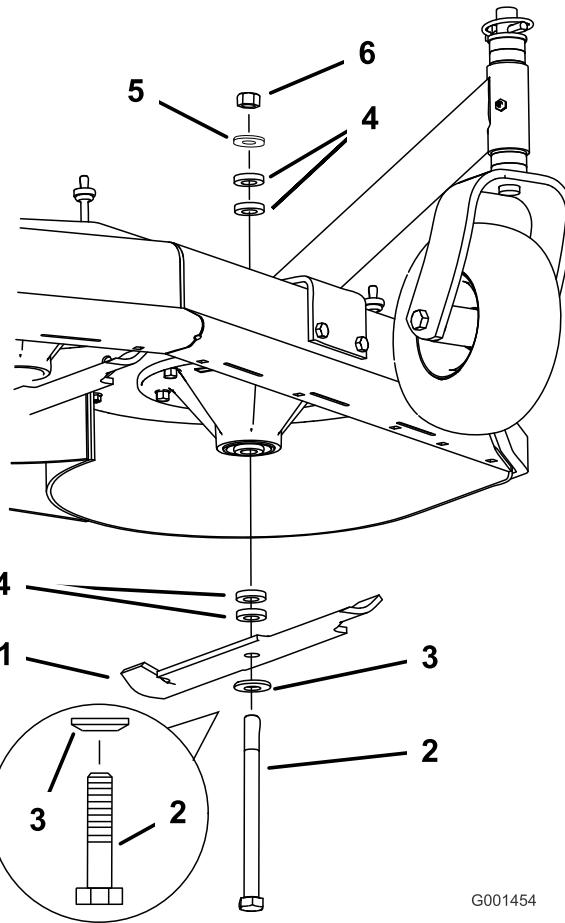

Bild 15
3. Halten Sie die Messerschraube fest und nehmen die Mutter ab. Schieben Sie die Schraube durch die Spindel und ändern Sie die ggf. die Distanzstücke (Bild 15).
- und befestigen sie mit der dünnen Scheibe und einer Mutter (Bild 15).